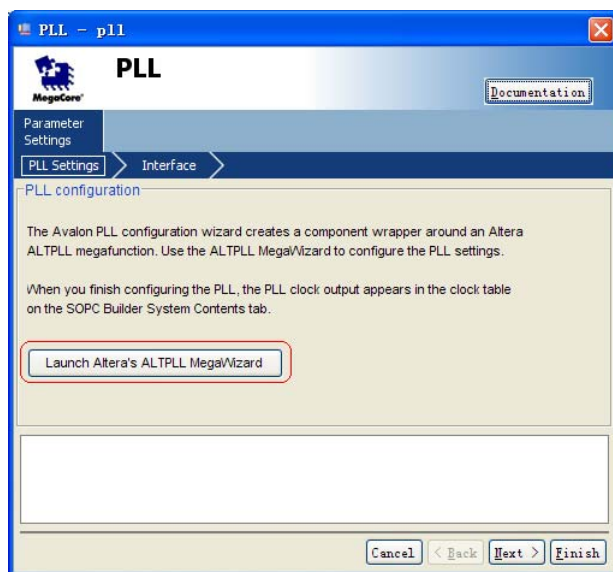

图 10-3 PLL 设置第一页
9. 添加 pll, 在左侧 PLL->PLL, 在弹出的窗口中选择 Launch Altera's ALTPLL MegaWizard, 如图 10-3。